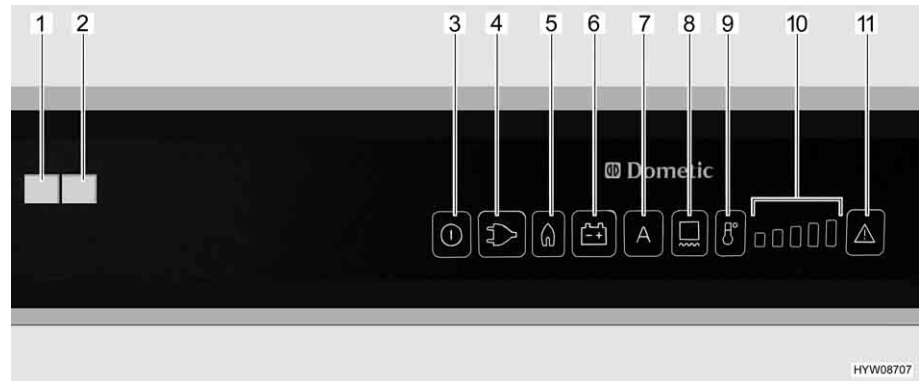

Bild 177 Bedienelemente für den Kühlschrank (Dometic RMD)
Wenn der Betriebsmodus "AES" eingestellt ist, **keine** 230-V-Versorgung angeschlossen und der Fahrzeugmotor **ausgeschaltet** ist, wählt das AES die Gasversorgung. Beim Anwählen des Gasbetriebs wird die Zündsicherung automatisch geöffnet, so dass Gas zum Brenner strömen kann. Gleichzeitig wird der elektronische Zünder eingeschaltet. Erlischt die Gasflamme, z. B. durch einen Luftzug, wird der Zünder sofort aktiviert und zündet das Gas wieder an. Bei Störung im Gasbetrieb blinken die Leuchttasten "Gas" (Bild 177,5) und "Störung" (Bild 177,11). Die Kontroll-Leuchte "Störung" (Bild 177,1) leuchtet und es ertönt 20 Sekunden lang ein akustischer Alarm.
Nach dem Einschalten wählt der Kühlschrank automatisch die mittlere Thermostateinstellung. Diese Einstellung kann manuell mit der Taste Temperaturstufenauswahl (Bild 177,9) nachgeregelt werden. Die Kontroll-Leuchten (Bild 177,10) zeigen die gewählte Thermostateinstellung an. Mit der Taste Temperaturstufenauswahl wird die Kühltemperatur für alle drei Energiearten eingestellt. Es dauert einige Stunden, bis der Kühlschrank die normale Betriebstemperatur erreicht hat. Beim Umschalten der Betriebsart wird die Thermostateinstellung beibehalten. Die Kühltemperatur wird unabhängig von der Energieart beibehalten.
- Rahmenheizung für eine Dauer von 2 Stunden einschalten: Taste (Bild 177,8) einmal drücken. Ein Balken der Temperaturstufenanzeige (Bild 177,10) leuchtet.
- Rahmenheizung für eine Dauer von 5 Stunden einschalten: Taste (Bild 177,8) zweimal drücken. Zwei Balken der Temperaturstufenanzeige (Bild 177,10) leuchten.
- Rahmenheizung auf Dauerbetrieb stellen: Taste (Bild 177,8) dreimal drücken. Drei Balken der Temperaturstufenanzeige (Bild 177,10) leuchten.
Die Temperaturstufenanzeige (Bild 177,10) zeigt einige Sekunden lang die Betriebsdauer der Rahmenheizung an.
Bei hohen Außentemperaturen und hoher Luftfeuchtigkeit kann es zur Wassertropfenbildung am Metallrahmen des Frosterfachs kommen. Deshalb ist der Kühlschrank mit einer Rahmenheizung für das Frosterfach ausgestattet. Bei hohen Temperaturen und hoher Luftfeuchtigkeit die Rahmenheizung über die Taste (Bild 177,8) einschalten. So lässt sich Korrosion vermeiden. Wenn die Rahmenheizung eingeschaltet ist, leuchtet die Leuchttaste (Bild 177,8).
- Taste Ein/Aus (Bild 177,3) etwa 2 Sekunden lang drücken. Der Kühlschrank schaltet sich ein, die zuletzt eingestellte Energieart oder "AES" wird angezeigt.
- Kühltemperatur mit Taste Temperaturstufenauswahl (Bild 177,9) einstellen. Die Kontroll-Leuchten (Bild 177,10) zeigen die gewählte Thermostateinstellung.
- Taste Ein/Aus (Bild 177,3) etwa 2 Sekunden lang drücken. Der Kühlschrank schaltet sich aus, keine Anzeigen leuchten mehr.